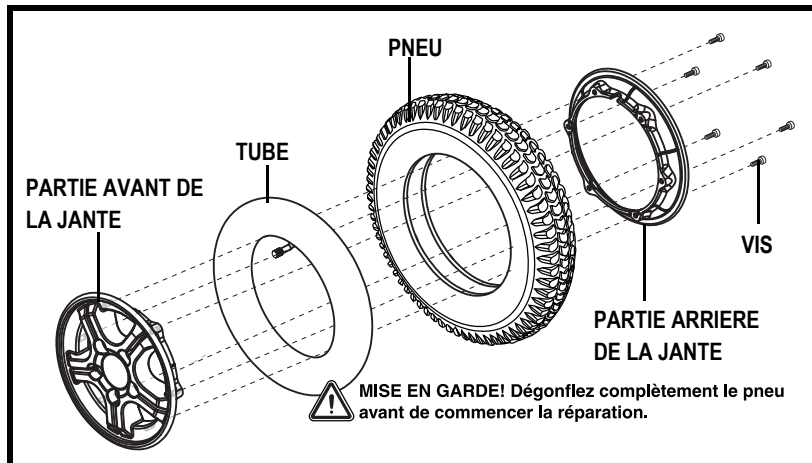

Figure 25. Roue motrice Quantum Vibe R-4000 en pièces
6. Retirez les vis qui retiennent les deux parties de la jante ensemble. **Voir la figure 25.**
10. Réinstallez les cinq (5) écrous de roue sur le moyeu et resserrez.